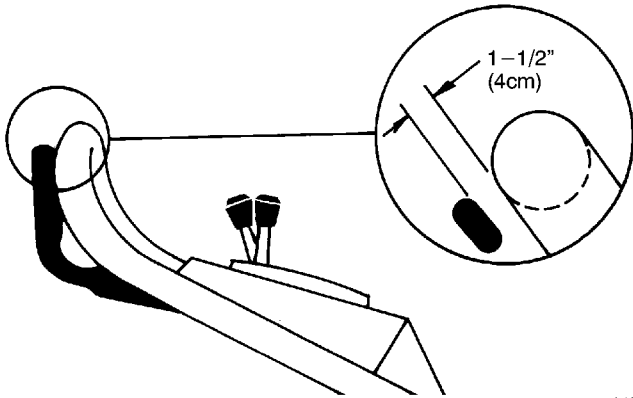

Figure 20
4. Levante la palanca de control hasta que se note cierta resistencia. Cuando está correctamente ajustada, la barra debería quedar a 1-1/2" de la manija (Fig. 20).